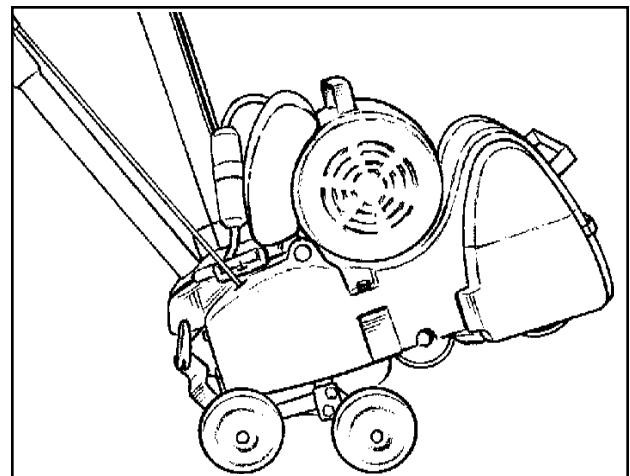

Figura 4
2. Sostenga el rodillo pulidor en su posición utilizando sus pies y permita que la máquina se incline hacia atrás y descanse sobre las ruedas del rodillo pulidor. (Consulte la figura 4)